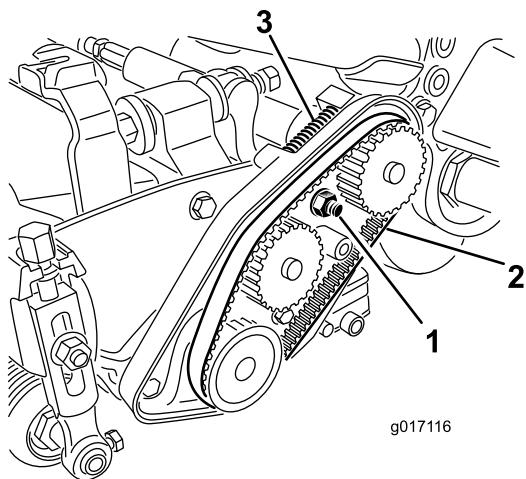

Figura 14
3. Desaperte a porca de montagem da caixa de mancal (Figura 14).
5. Retire a correia (Figura 14).
12. Certifique-se de que a mola de compressão está a aplicar tensão na correia (Figura 14).